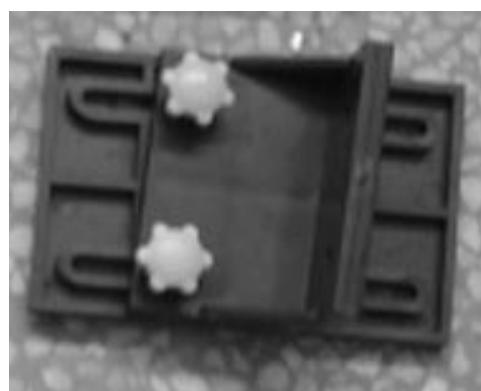

Figura 3
5. Entonces fije la abrazadera horizontal en el banco de trabajo de la m quina. Las flechas indican las posiciones en las cuales tiene que fijar la pieza de metal y la pieza de pl stico en el banco de trabajo usando 2 pernos M5. Por ltimo, use dos pernos 2 M5 de cabeza hexagonal de 10 mm y dos tuercas de 10mm para fijar la parte ilustrada en la figura. 3 a la parte principal, mediante los dos orificios marcados con el no. 1 (Fig. 1). La parte principal del montaje est  terminado. Puede comprobar que todas las partes est n correctamente ensambladas con el fin de garantizar un nivel de seguridad adecuado mientras est  utilizando la m quina.